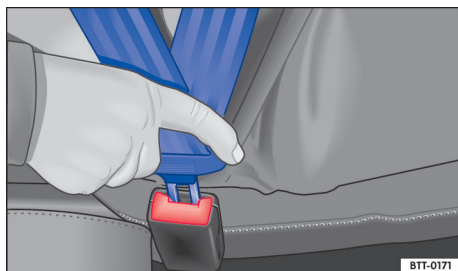

Fig. 27 Introduzir a lingueta do cinto de segurança no fecho do cinto de segurança.
- Introduzir a lingueta do cinto de segurança firmemente no fecho do cinto de segurança correspondente ao assento → Fig. 27.